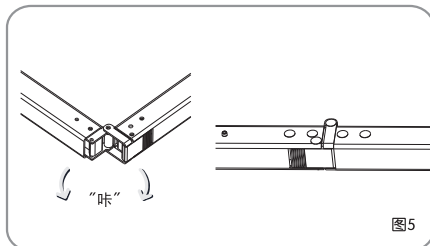
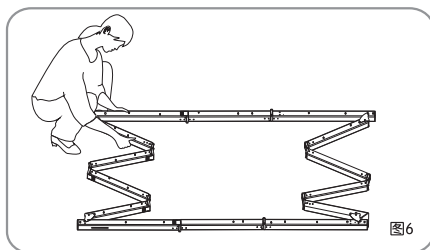

图5
图6
2. 选择主框架其中未平直的一边的扣位，两手同时握住扣位两侧，用力向两侧掰开，当听到“咔”声时，表示扣位已扣好，按照同样的方法将其他三个扣位扣好，拉直每条钢管如图，主框架完全展开。（见图5-图6）